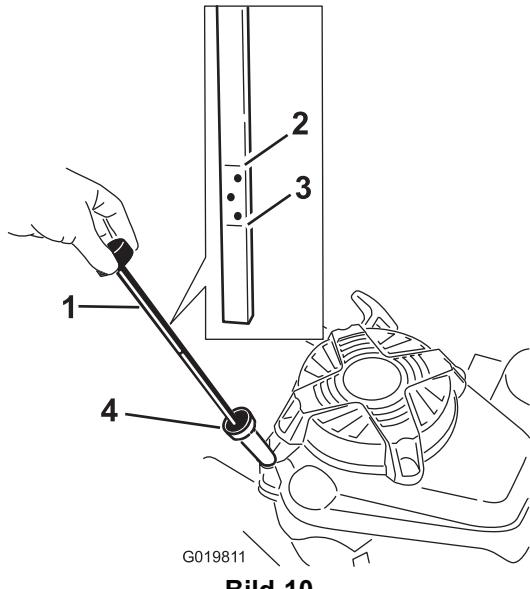

Bild 10
Stellen Sie vor jedem Einsatz sicher, dass der Ölstand zwischen den Markierungen **Add** (Nachfüllen) und **Full** (Voll) am Peilstab liegt (Bild 10).
2. Reinigen Sie den Bereich um den Peilstab (Bild 10).
6. Lesen Sie den Ölstand am Peilstab ab. (Bild 10)